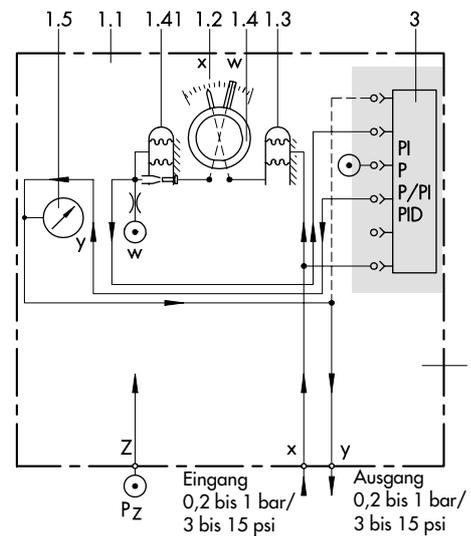
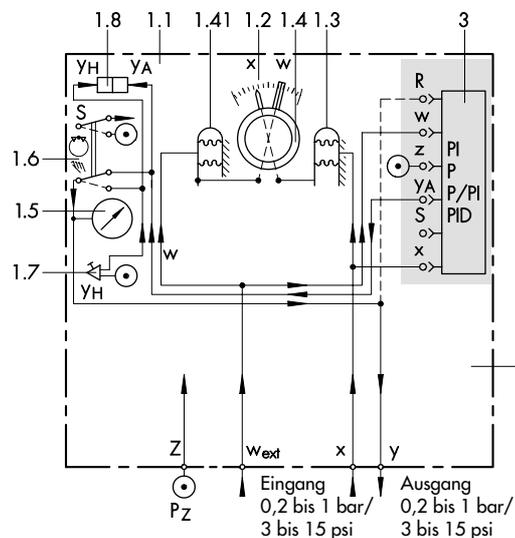
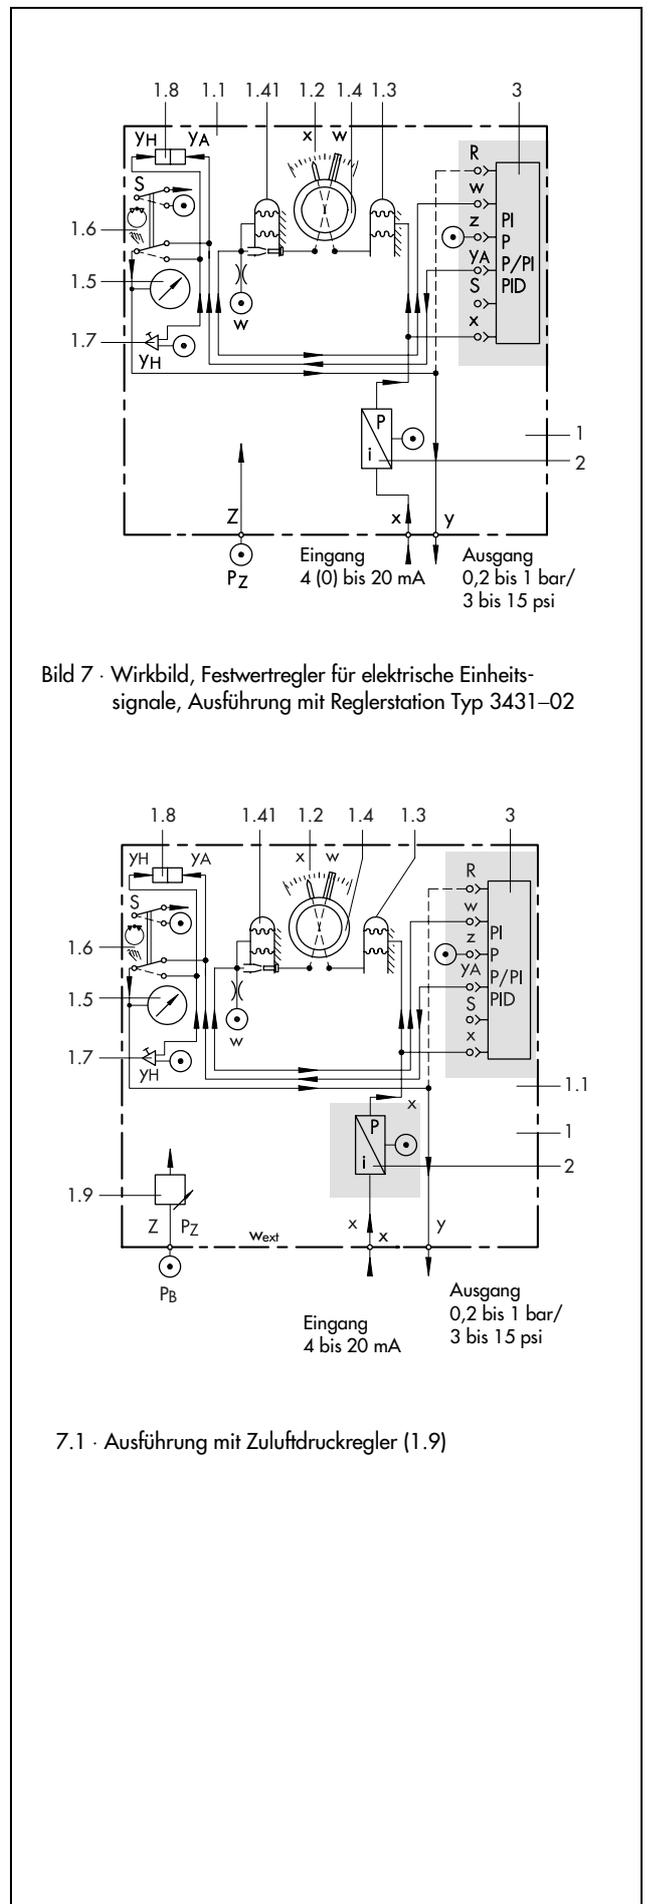

Bild 4 · Wirkbild, Festwertregler für pneumatische Einheitssignale, Ausführung mit Reglerstation Typ 3431-01
Bild 5 · Wirkbild, Folgeregler für pneumatische Einheitssignale und pneumatischem Eingang für w_{ext} , Ausführung mit Reglerstation Typ 3431-04
Bild 7 · Wirkbild, Festwertregler für elektrische Einheits-signale, Ausführung mit Reglerstation Typ 3431-02
Die in Bild 4 dargestellte Reglerstation (Festwertregler mit pneumatischem Eingang) enthält Skala (1.2), Istwertanzeige (1.3), Sollwertesteller (1.4) und Steckverbindungen zur Aufnahme eines Reglerbausteins (3). Beim Herausziehen des Bausteins werden die pneumatischen Steckverbindungen dicht abgeschlossen. Das Istwertsignal x erzeugt an dem Balg-Meßsystem der Istwertanzeige (1.3) einen Ausschlag, der über ein Zeigerwerk auf den Zeiger übertragen wird. Der Sollwert (Führungsgröße w) ist von vorne an der Skala (1.2) einstellbar. Die Stellung des Sollwertestellers (1.4) wird über ein Zeigerwerk auf den Sollwertgeber übertragen. Dieses Nachlaufsystem (1.41) formt den eingestellten Sollwert in ein pneumatisches Sollwertersignal (w) um, das dem Reglerbaustein zugeführt wird. Der Reglerbaustein vergleicht Istwert- und Sollwertersignal (x und w) und steuert in Abhängigkeit von der Regelabweichung und den eingestellten Regelparametern das Stellsignal y_A aus. Das Stellsignal ist mit der Stelldruckanzeige (1.5) und dem Ausgangsanschluss y verbunden.
Die in Bild 5 gezeigte Reglerstation (Folgeregler mit pneumatischem Eingang) entspricht weitgehend der Ausführung nach Bild 4. Sie enthält jedoch zusätzlich einen Hand-/Automatik-Schalter (1.6), einen Einsteller für Handbetrieb (1.7) und eine Differenzdruckanzeige (1.8). Stelldruckanzeige (1.5) und Ausgangsanschluss y sind bei Schalterstellung AUTOMATIK mit dem Automatik-Stellsignal y_A und bei Schalterstellung HAND mit dem am Einsteller (1.7) eingestellten Hand-Stellsignal y_H verbunden. Eine stoßfreie Umschaltung von Hand- auf Automatikbetrieb ist möglich, wenn der Differenzdruckanzeiger die Übereinstimmung von y_A und y_H anzeigt. Bei allen Folgereglern entfällt der Sollwertesteller (1.4), der durch eine Sollwertanzeige ersetzt wird. Die hier gezeigte Ausführung hat einen pneumatischen Eingang für die externe Führungsgröße w_{ext} .
Die Ausführung mit i/p-Umformer (Bild 7) eignet sich für den Anschluss an elektrische Eingangssignale (Regelgröße x) von 4 bis 20 mA oder 0 bis 20 mA. Hierbei wird das Einheitssignal eines Messumformers dem i/p-Umformer (2) zugeführt und in ein pneumatisches Einheitssignal von 0,2 bis 1 bar umgeformt. Die Reglerstationen entsprechen weitgehend den in Bild 4, 5 und 6 gezeigten Ausführungen. Sie enthalten jedoch zusätzlich einen i/p-Umformer (2). Sein Ausgangssignal wird dem Balg-Messsystem der Istwertanzeige (1.3) und dem Reglerbaustein (3) zugeführt. Folgeregler mit elektrischem Eingang $w_{ext} = 4$ bis 20 mA haben einen zusätzlichen i/p-Umformer.